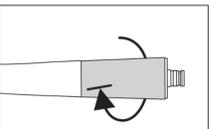

Fig. 42
- 4 Efetue a substituição e aperte firmemente a cobertura cônica (Fig. 42).